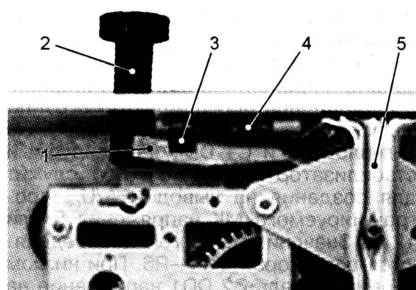

Рис. 9
БВК собран на плате из стеклотекстолита размерами 95×15×1 мм. Как показано на рис. 9, эта плата (4) приклеена изнутри к верхней стенке корпуса часов «Янтарь». Все детали и печатные проводники находятся на свободной стороне платы. У ее противоположных концов на расстоянии приблизительно